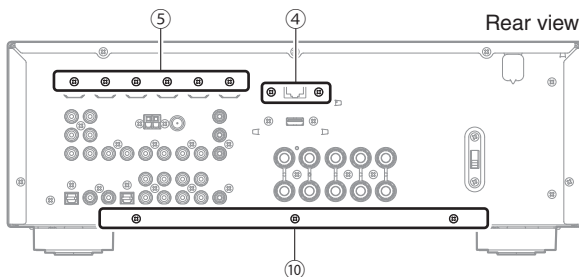

Fig. 3
- a. Remove 2 screws (④) and 6 screws (⑤). (Fig. 3)
- a. ④ のネジ 2 本、⑤ のネジ 6 本を外します。(Fig. 3)
- b. Remove 3 screws (⑩). (Fig. 3)
- b. ⑩ のネジ 3 本を外します。(Fig. 3)